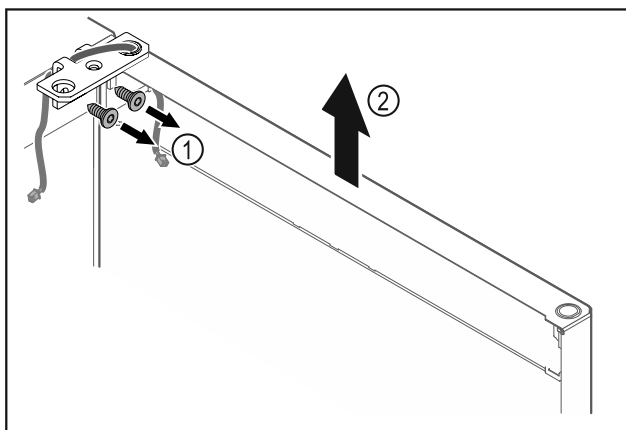

Fig. 15
- ▶ Відкрутити шарнірний кутик Fig. 15 (1).
- ▶ Дверцята з шарнірним кутиком Fig. 15 (2) приблизно на 200 мм прямо підняти вгору і зняти.